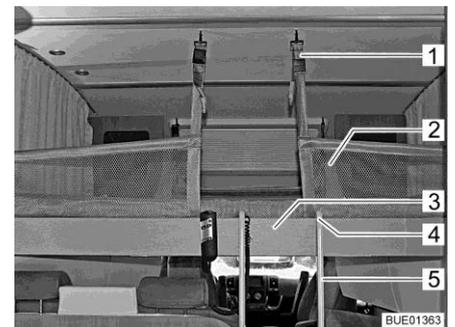

Fig. 123 Lit escamotable avec filet de sécurité tendu
Quand il y a un filet de sécurité (Fig. 123,2), ce dernier se trouve sous le matelas du lit escamotable avec les sangles de sécurité. Ne tendre le filet de sécurité qu'une fois que les personnes se trouvent dans le lit escamotable.
- Suspendre les sangles de sécurité (Fig. 123,1) aux crochets situés au plafond.
- Accrocher l'échelle de montée (Fig. 123,5) à la barre-poignée (Fig. 123,3) du lit escamotable à l'aide des deux étriers (Fig. 123,4).